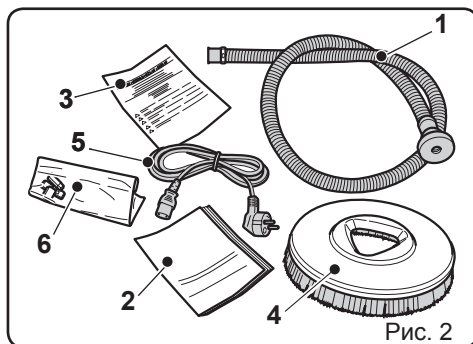

Рис. 2
2.1.a - Комплект поставки, машины (Рис. 2)